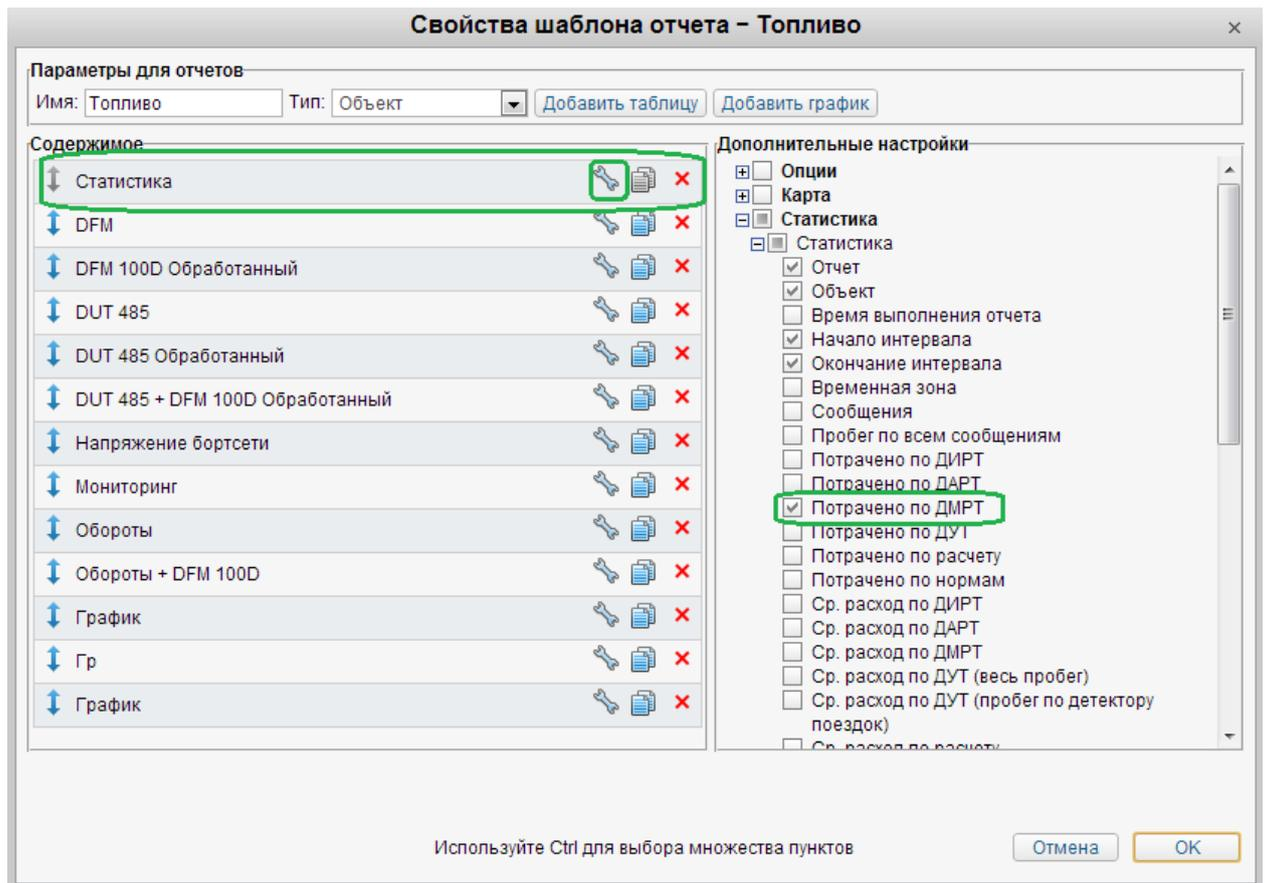

Рисунок 10
2.2.7. На вкладке Статистика настроить выводимую информацию (Рис. 10, 11):